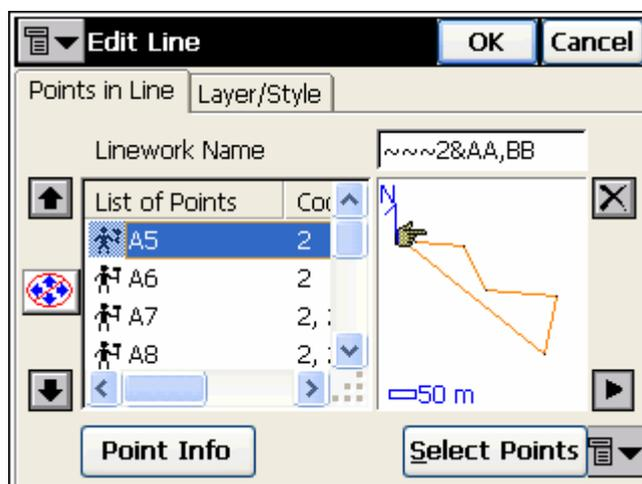

Рисунок 4-43. Редактировать линию
При этом появится окно **Edit Line (Редактировать Линию)** (рис. 4-43 на стр. 4-30).
4. Выбрав вкладку **Point in Line (Точка линии)** в окне **Edit Line (Редактировать линию)**, Вы можете при необходимости изменить имя проекта (рис. 4-43 на стр. 4-30).